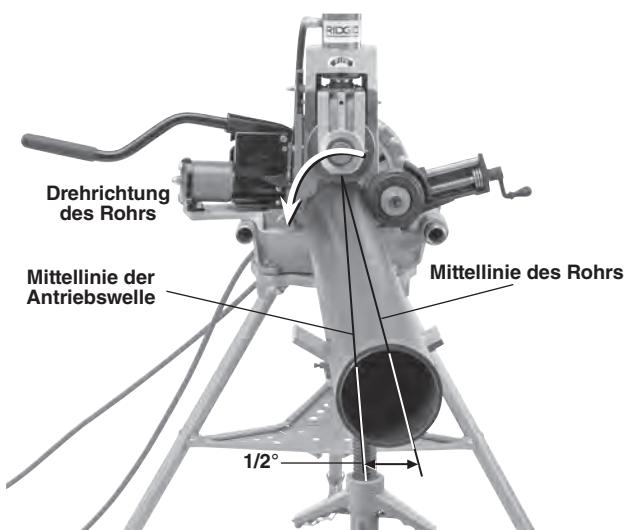

Abbildung 16 – Versetzen des Rohrs um 0,5° fort vom Bediener, (übertriebene Darstellung)
- Alternativer Betriebsweise – Schalter in FOR-Stellung:** Wenn Sie die Maschine in der Schalterstellung FOR verwenden (z. B. mit einer Maschine 535 mit automatischem Spannfutter, die nicht für das Greifen in beide Richtungen umgerüstet wurde), müssen Sie das Rohr und seine Untergestelle um etwa 0,5 Grad (ca. 1 Zoll Versatz in 10 Fuß Entfernung von der Nutrollmaschine) in fort vom Bediener (siehe *Abbildung 16*) ausrichten. Der Rohrstabilisator kann in der Schalterstellung FOR nicht verwendet werden – dabei kann es passieren, dass sich das Rohr aus dem Rollensatz herausdreht.